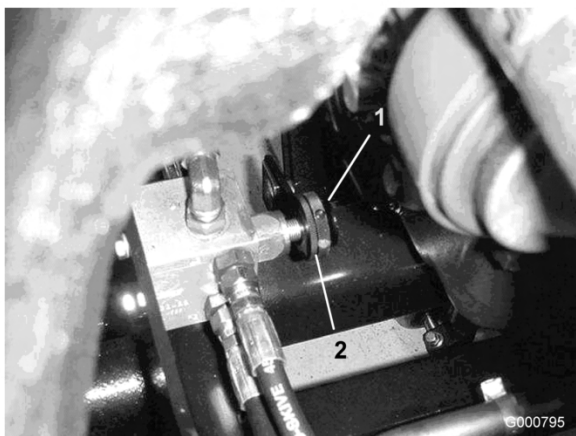

図 76
5. 調整バルブはリア・アクスルの前部にある (図 76)。
6. ノブを固定しているピンをゆるめる (図 76)。